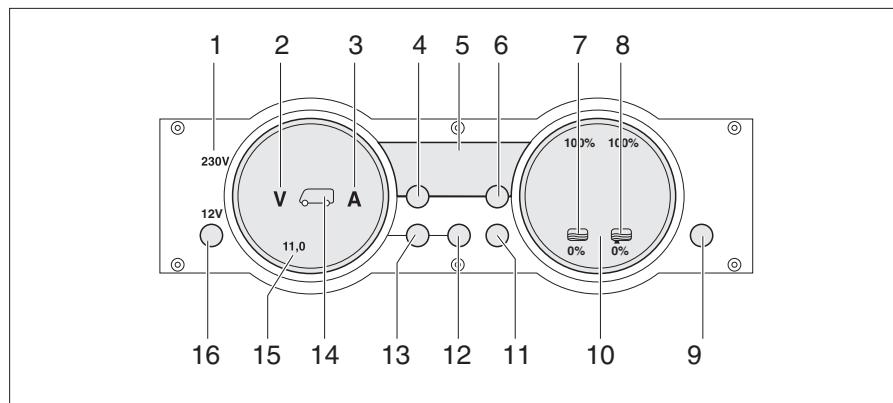

Fig. 226 Panneau de contrôle MP 20-S
Le voyant de contrôle 230 V (Fig. 226,1) s'allume si l'arrivée du bloc électrique est sous tension de réseau.
L'interrupteur principal 12 V (Fig. 226,16) établit ou coupe le panneau de contrôle et l'alimentation 12 V de la cellule.
- Appuyer brièvement sur la touche "12 V" (Fig. 226,16). L'alimentation 12 V de la cellule est enclenchée. L'indicateur de contrôle "12 V" s'allume.
- ▷ La tension de la batterie de cellule est trop faible quand les DEL "11,0" de l'affichage en Volt et le symbole Volt "V" (Fig. 226,2) clignotent dans l'indicateur des batteries (Fig. 226,15) après la mise sous tension. Charger la batterie.
- ▷ La coupure de batterie est active quand l'indicateur de contrôle "12 V", le symbole de la batterie de cellule (Fig. 226,14) et le symbole Volt "V" (Fig. 226,2) clignotent trois fois après la mise sous tension. Désactiver la coupure de batterie.
- Appuyer brièvement sur la touche "12 V" (Fig. 226,16). L'alimentation 12 V de la cellule est coupée. L'indicateur de contrôle "12 V" s'éteint.
- Appuyer sur la touche batterie de cellule (Fig. 226,12) et la maintenir enfoncée pendant 10 secondes environ. Les symboles Volt "V" (Fig. 226,2) et Ampères "A" (Fig. 226,3) clignotent trois fois. La batterie de cellule est coupée du réseau de bord de 12 V.
- Appuyer sur la touche "12 V" (Fig. 226,16) et la maintenir enfoncée pendant 5 secondes environ. Le symbole Volt "V" (Fig. 226,2) clignote trois fois. La batterie de cellule est branché au réseau de bord 12 V. L'indicateur de contrôle s'allume au bout d'env. 2 secondes.
- Appuyer sur la touche de la batterie de cellule «  » (Fig. 226,12). Le symbole Volt "V" (Fig. 226,2) s'allume. Le symbole Ampères "A" est, suivant son niveau de charge, blanc ou rouge. La tension de la batterie et le courant de la batterie de cellule sont affichés au moyens de DEL à l'intérieur de l'indicateur.
- Appuyer sur la touche de la batterie de démarrage «  » (Fig. 226,13). Le symbole Volt "V" (Fig. 226,2) s'allume. Des DEL à l'intérieur de l'indicateur indiquent la tension de la batterie de démarrage.
- Appuyer sur la touche des réservoirs «  » (Fig. 226,11). Les symboles réservoir d'eau «  » (Fig. 226,7) et réservoir d'eaux usées «  » (Fig. 226,8) s'allument. Des DEL à l'intérieur de l'indicateur indiquent le niveau du réservoir d'eau (échelle de gauche) et celui du réservoir d'eaux usées (échelle de droite).
Le symboles Volt "V" (Fig. 226,2) et les DEL "11,0" clignotent dès que la tension de la batterie descend en dessous de 11 V (mesurée en marche) et qu'il y a risque de décharge profonde de la batterie.
Le symbole du réservoir d'eau  (Fig. 226,7) ou celui du réservoir d'eaux usées  (Fig. 226,8) clignote quand le réservoir d'eau est vide ou que le réservoir d'eaux usées est plein.